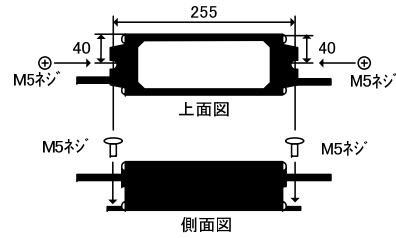

図 4
- 図4のように、M5のネジを適切な締め付けトルク（2N・m以下）にて、指定の場所に確実に行ってください。